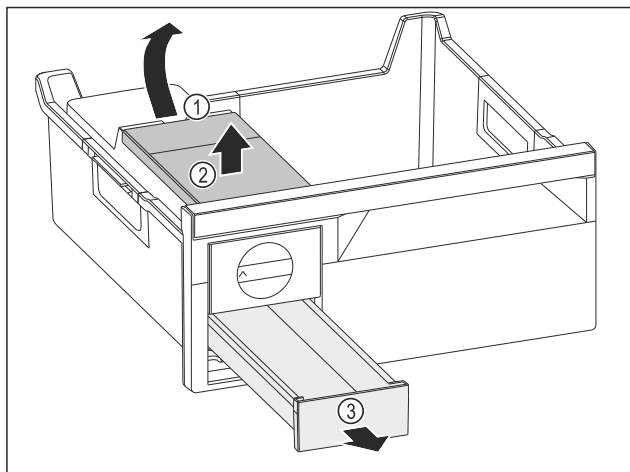

Fig. 130
- ▶ Wyjmowanie zbiornika wody: Zbiornik wody unieść za wycięcia Fig. 130 (1).
- ▶ Wyjąć zbiornik wody Fig. 130 (2) do góry.
- ▶ Wyjąć szufladę na kostki lodu Fig. 130 (3) do przodu.